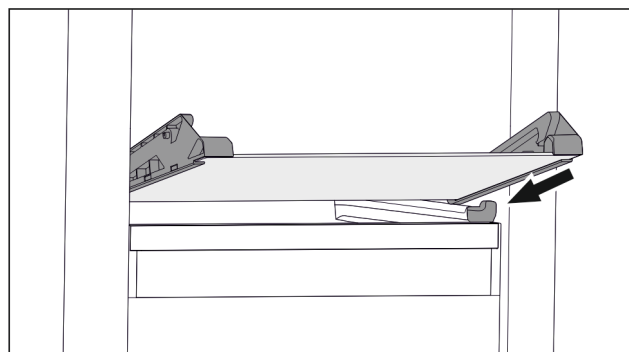

Fig. 132 Placa de sticlă a sertarului înclinabil
- ▶ Așezați placa de sticlă oblic în spatele opritoarelor. (vezi Fig. 132)